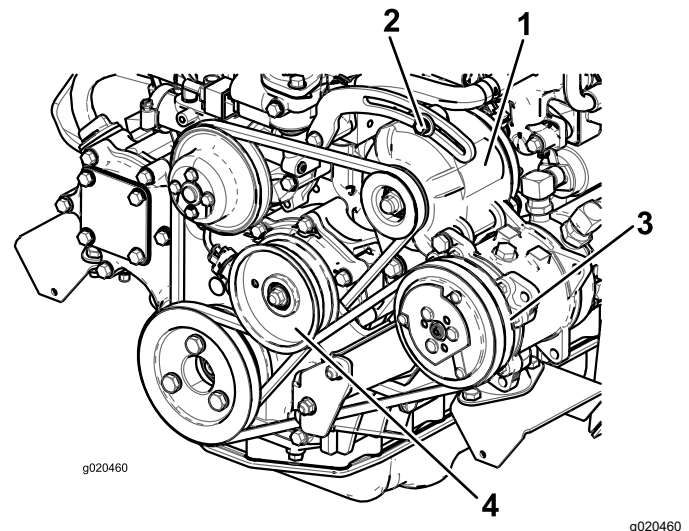

Figura 75
Si la desviación no es de 10 mm ($\frac{3}{8}$ "), afloje los pernos de montaje del alternador (Figura 75).
2. Si la desviación no es de 10 mm ($\frac{3}{8}$ "), afloje el perno de montaje de la polea tensora (Figura 75).